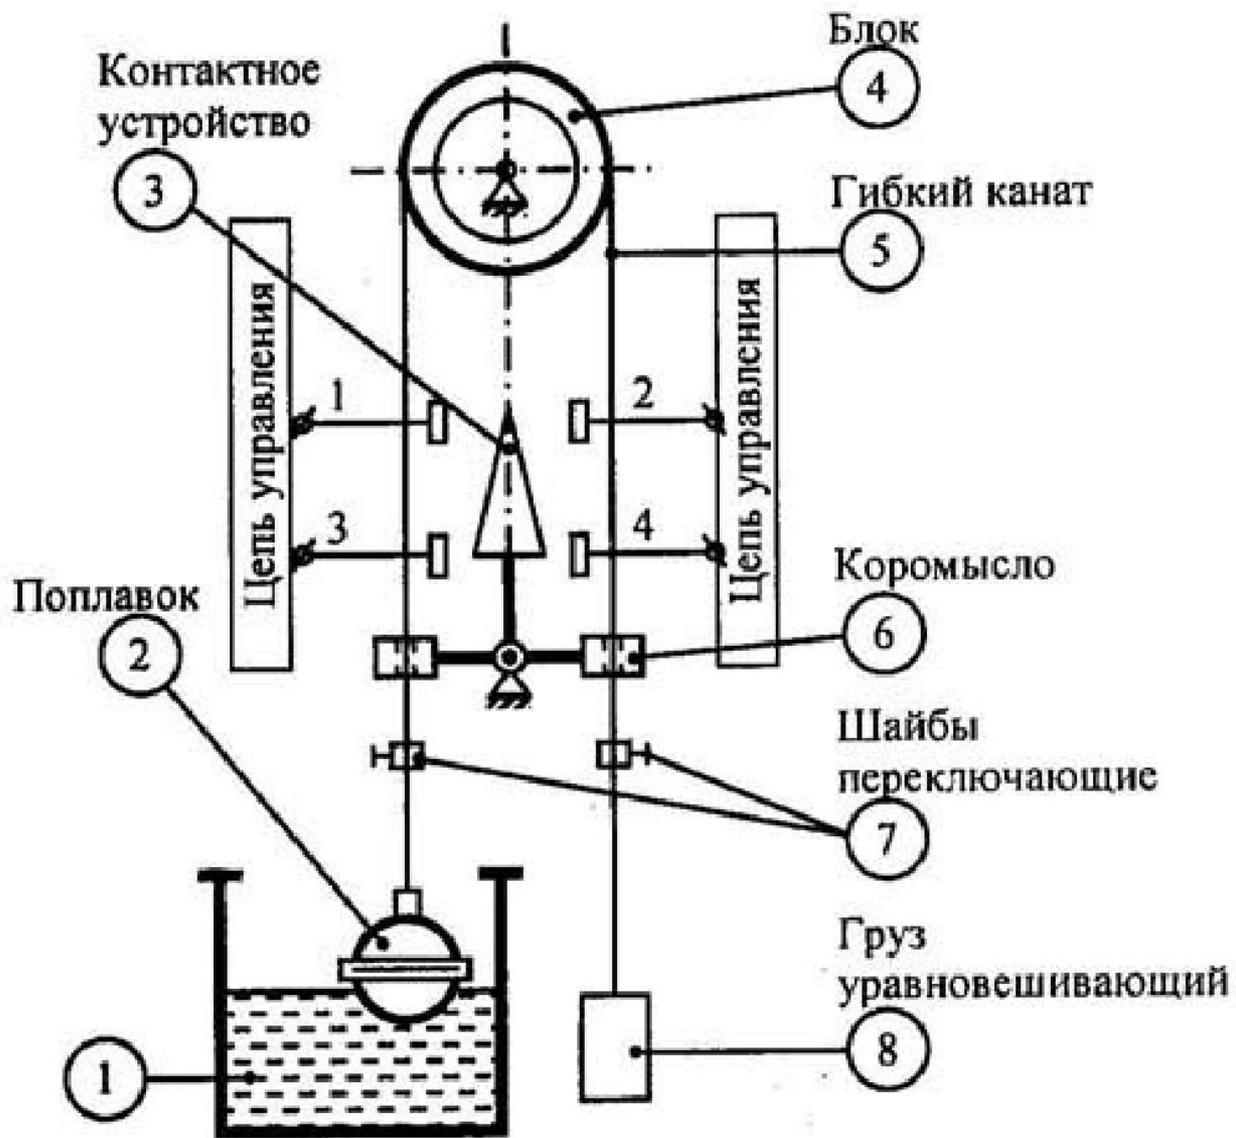

Рис. 1. Поплачковое реле уровня
2.1. Поплавковое реле уровня (рис.1.)